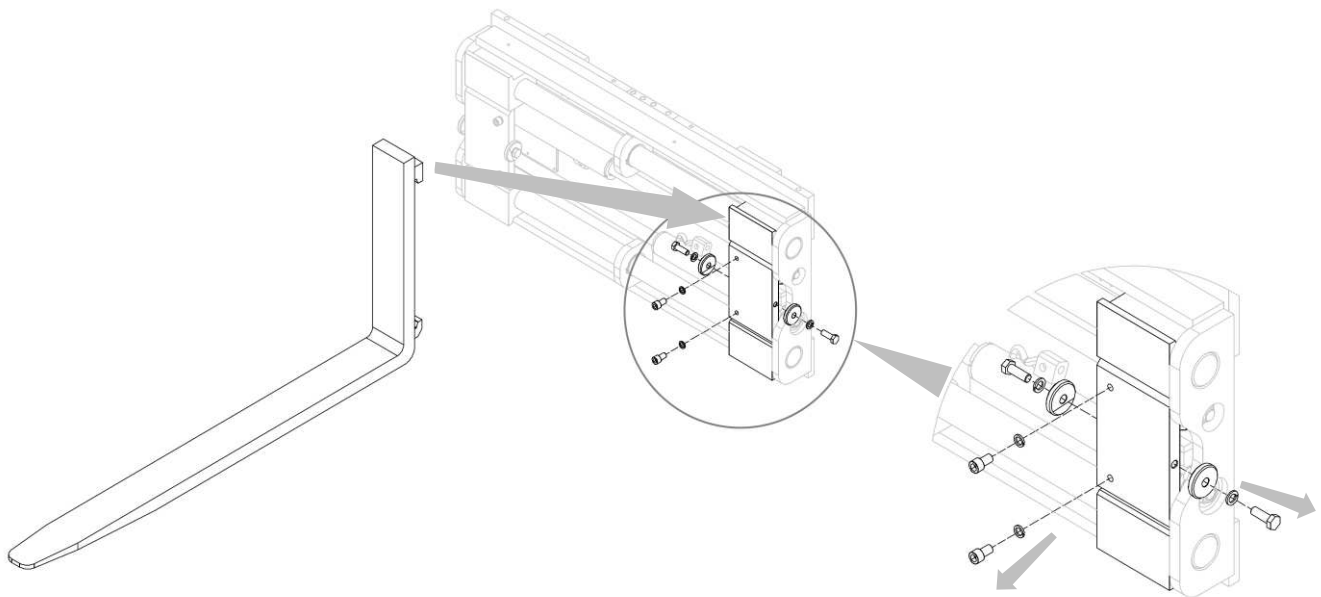

Figura 11
1. Applicare le forche dopo aver svitato i fermi forca; (vedi Figura 11).